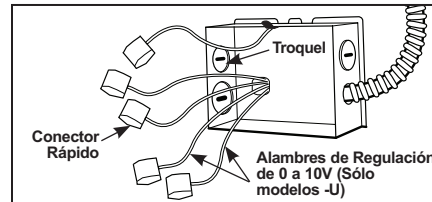

Figura 8
Paso 2. Quite la tapa de la caja de empalmes. Quite el/los troquel(es) correspondiente(s) para dar cabida al tipo de servicio eléctrico usado/ permitido por su código eléctrico local (Figura 8):
Paso 3. Pele el alambre de suministro 3/8" e inserte cada alambre de suministro en el conector correspondiente. Conecte el alambre negro del accesorio al caliente, el alambre blanco del accesorio al neutral y el alambre verde del accesorio a tierra. (Figura 8).